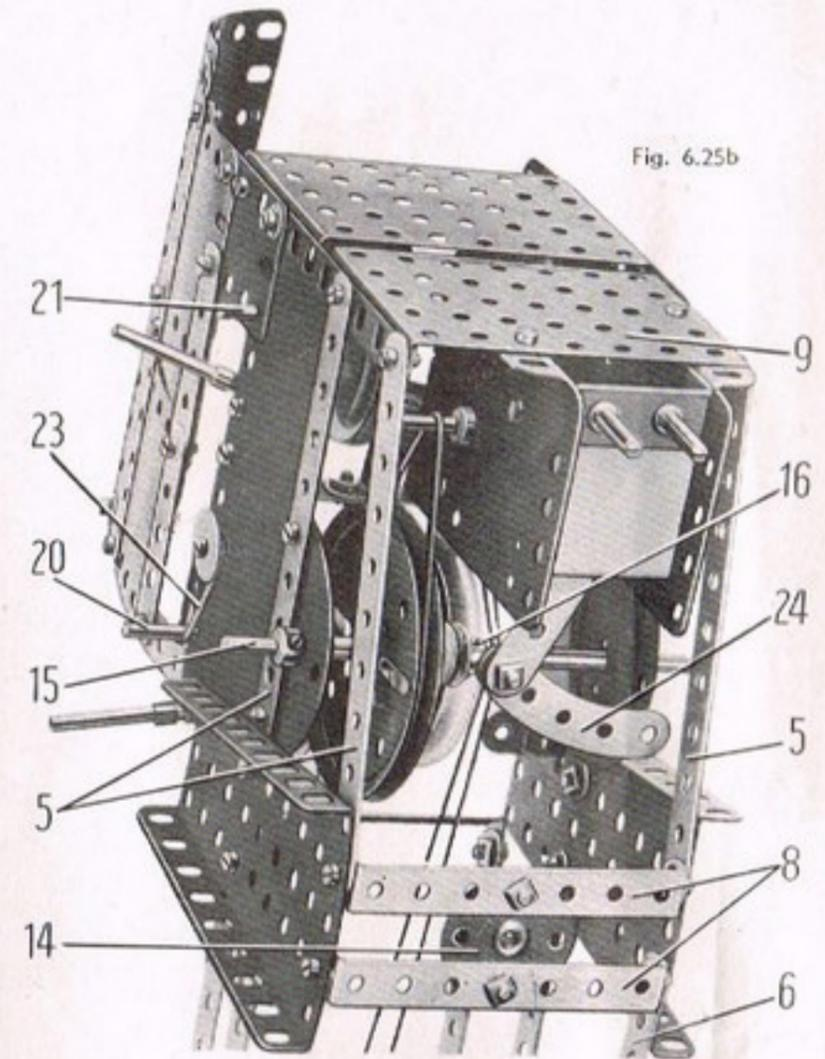

Fig. 6.25b
Chaque côté de la cabine est une plaque flexible de 14×6 cm. boulonnée sur l'une des bandes (5) (Fig. 6.25b) et sur l'une des plaques-secteur à rebords. L'arrière de la cabine est une plaque à rebords de 9×6 cm.